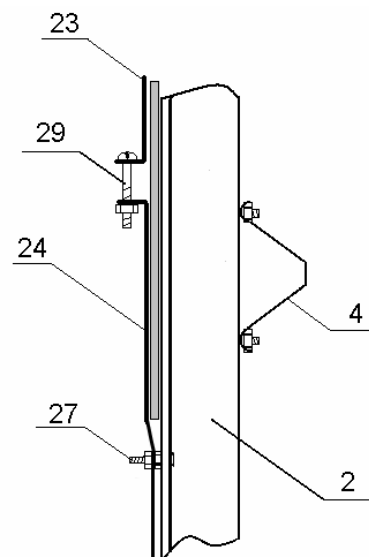

Рис.14 Соединение стяжных лент
6.5. Проверьте правильность установки каркаса теплицы и расположения покрытия по вертикали и горизонтали, после этого затяните стяжной винт м4х35 (см. Рис. 14 позиция 29).